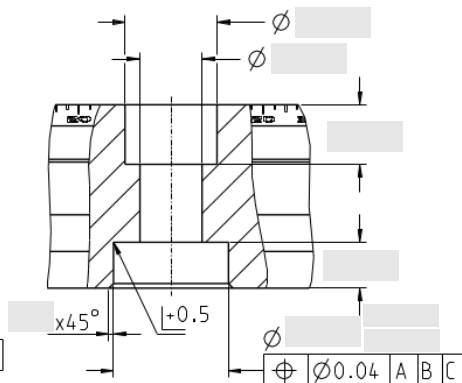

Abbildung 3 - Bohrung Typ B
- Bohrung Typ B – Abmessungen in Abbildung 3 eintragen, Toleranzen mit Vorzeichen